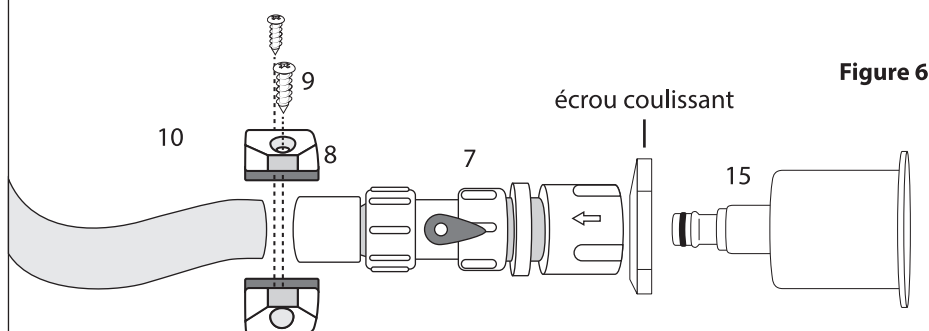

Figure 6
- A - Retirer l'écrou coulissant tenant en place la «rotule» de l'entrée d'eau la plus proche de la partie peu profonde. Retirer la rotule orientable. Insérer le raccord rapide à rotule (15) à travers l'écrou coulissant et fixer l'assemblage raccord de boyau avec robinet (7). Votre adaptateur d'entrée d'eau est maintenant assemblé. (Figure 6)